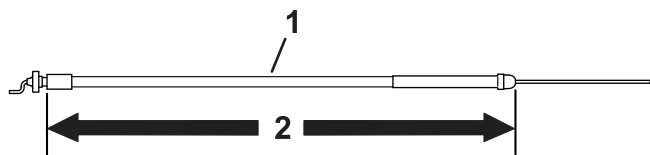

**Figura 6**
- Utilizzate il cavo dell'acceleratore lungo 172,2 cm per un trattorino modello 04056; fate riferimento a Figura 6.